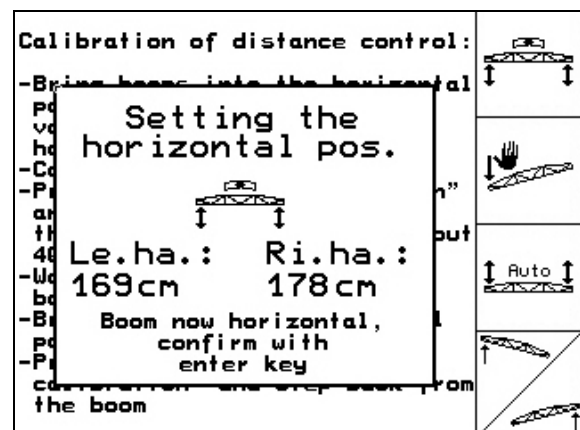

Fig. 29
4. med  og  tasterne rettes bommen op til vandret stilling. Sensorernes aktuelle højde bliver vist hele tiden (Fig. 29).